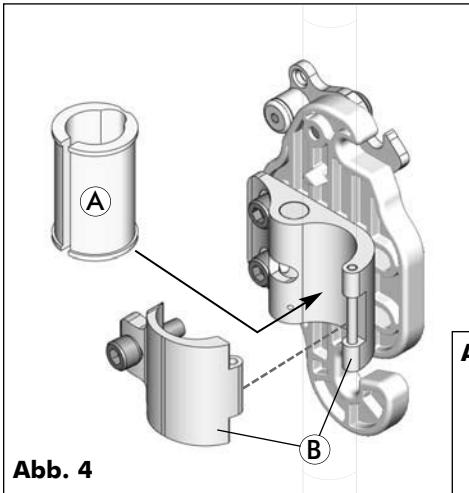

Abb. 4
- 2 Bringen Sie die Klemmenbaugruppe für Gestänge (B) lose am jeweiligen hinteren Rahmenrohr in der gewünschten Ausrichtung an (eine Montageübersicht ist **Abb. 4** und **Abb. 5** zu entnehmen).